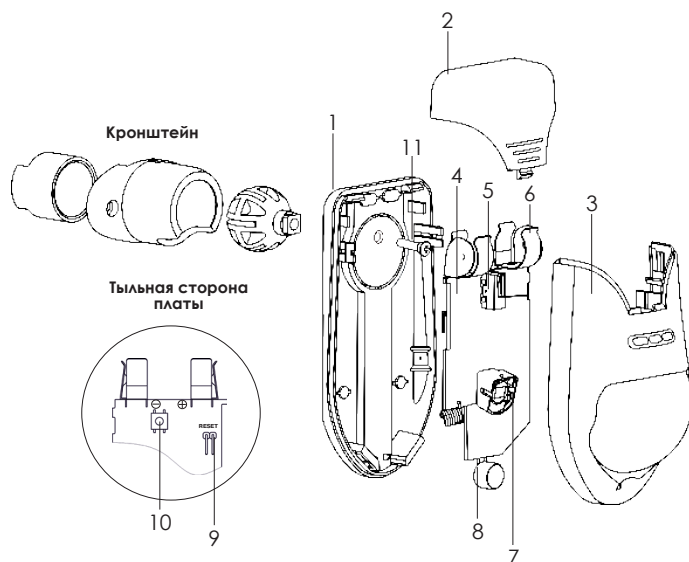

Рисунок 3 – Конструкция датчика
9.2 Вскройте корпус датчика, сдвинув верхнюю панель (лючок поз. 2, рис. 3).